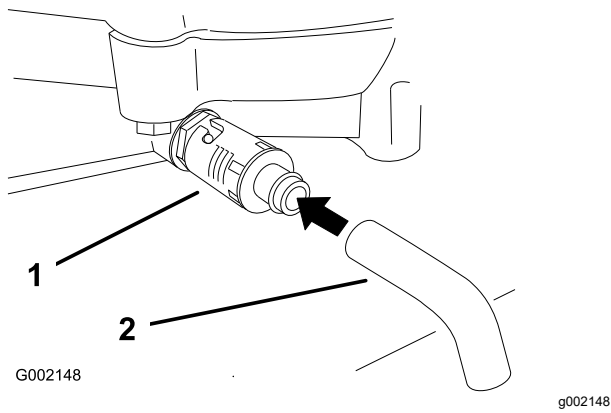

Figure 24
4. Placez un bac sous la vidange. Tournez le robinet de vidange pour permettre à l'huile de s'écouler (Figure 24).